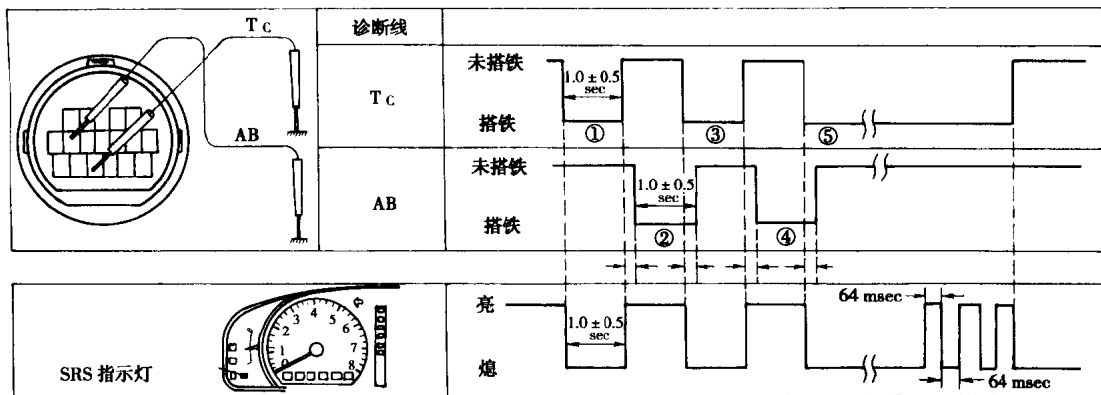

图 1-2-3 故障码的清除程序
- (1)接通点火开关或放在 ACC 段,等 6s 后。
- (2)将 TC 搭铁 1s,然后取开,并在 0.5s 内,将 AB 搭铁 1s。
- (3)AB 未取开前,先将 TC 再搭铁后,再移开 AB 线,等待 1s。
- (4)移开 TC 搭铁线后,再将 AB 搭铁 1s。
- (5)AB 未取开前,先再将 TC 再搭铁,然后再移开 AB 线,并保持 TC 线搭铁,直到 SRS 指示灯一直快速闪烁,即表示故障码已清除,如图 1-2-3。